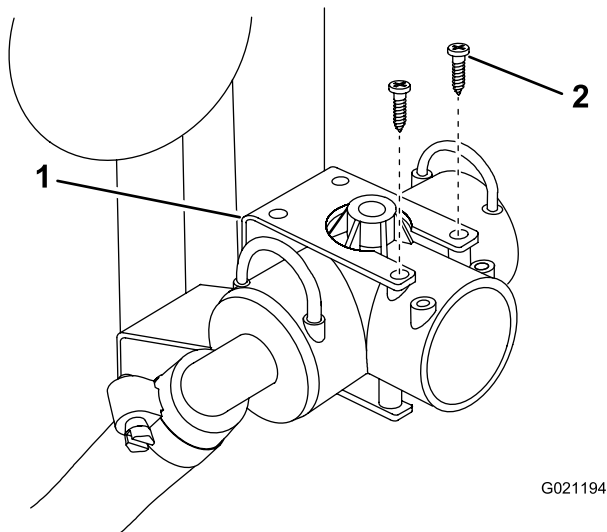

Figura 5
3. Retire os 2 parafusos que prendem o T de alimentação ao suporte de montagem. Retire o T de alimentação e tubos (Figura 5).
2. Parafuso (2)
4. Instale a nova válvula de controle na porta aberta no T de alimentação e prenda-a com uma nova fixação (Figura 5).